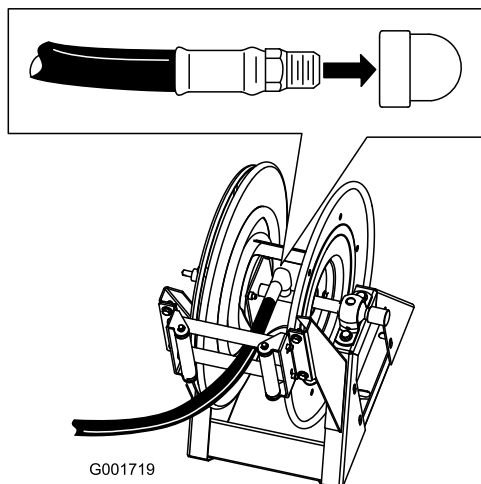

Рисунок 40
1. Нанесите тефлоновый герметик на резьбу шлангового штуцера длинного шланга и вставьте штуцер в соединительную трубку на барабане (Рисунок 40).